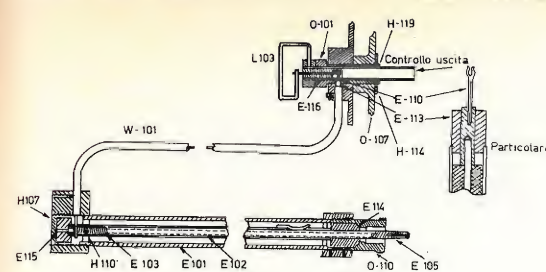

figura 6
La posizione di questa spira è variabile con un angolo di 90° così da variare la quantità di energia prelevata (figura 6).
b) La radiofrequenza prelevata dalle spire viene portata all'uscita attraverso tre elementi coassiali illustrati nella figura 6.